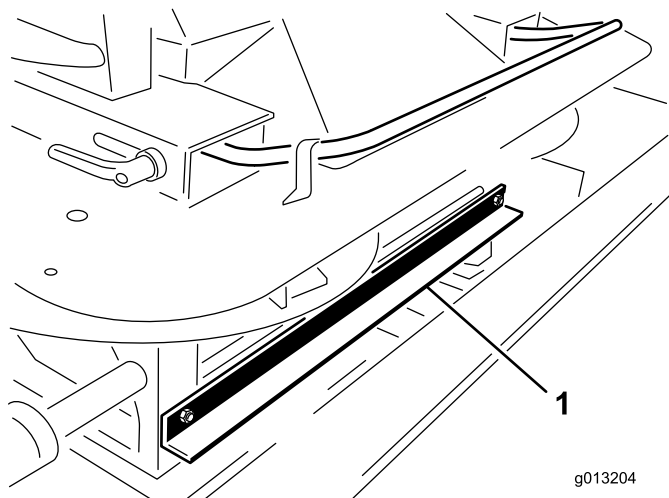

Figura 4
3. Nella parte frontale dello spargitore doppio, rimuovete i bulloni e i dadi che assicurano la staffa di spedizione del dispositivo di sollevamento della macchina allo spargitore doppio (Figura 4).